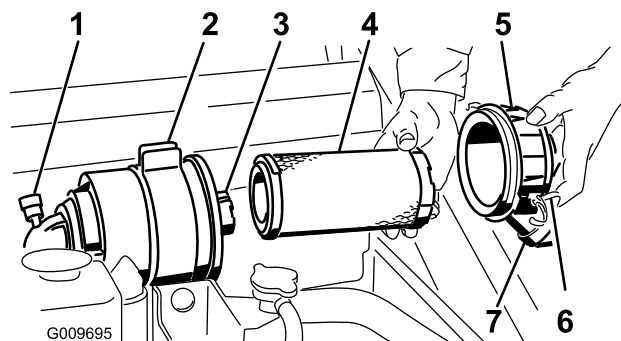

Bild 33
Wichtig: Warten Sie den Luftfilter nur, wenn die Wartungsanzeige rot ist (Bild 33). Das frühzeitige Auswechseln des Luftfilters erhöht nur die Gefahr, dass Schmutz in den Motor gelangt, wenn Sie den Filter entfernen.
4. Lösen Sie die Riegel am Luftfilter und ziehen Sie die Abdeckung vom Gehäuse ab (Bild 33).
1. Schieben Sie den Hauptfilter vorsichtig aus dem Luftfiltergehäuse heraus (Bild 33). Vermeiden Sie ein Anstoßen des Filters an der Seite des Gehäuses.
4. Wenn Sie den Sicherheitsfilter auswechseln, schieben Sie den neuen Filter vorsichtig in das Filtergehäuse (Bild 33).
5. Schieben Sie den Hauptfilter vorsichtig auf den Sicherheitsfilter (Bild 33). Stellen Sie sicher, dass dieser einwandfrei einliegt, indem Sie beim Einbauen auf den äußeren Rand des Filters drücken.
6. Bringen Sie die Luftfilterabdeckung mit der Seite an, auf der UP gestanzt ist, und rasten Sie die Riegel ein (Bild 33).